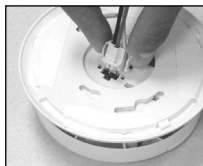

FIGURA 7
4. Enchufe en CONECTOR RÁPIDO AC en la parte posterior de la alarma (ver FIGURA 7), cerciorándose de que las trabas del conector calcen a presión en su lugar. Luego empuje el cable excesivo en la caja eléctrica a través del agujero en el centro del soporte de montaje.
Para retirar la alarma del aro de borde, gire la alarma en sentido anti-horario en la dirección de la flecha "OFF" de la cubierta. Para desconectar el arnés de corriente A.C., apriete las clavijas sujetadoras de los lados del conector rápido mientras hala el conector retirándolo de la parte inferior de la alarma (ver Sección 3, FIGURA 7).